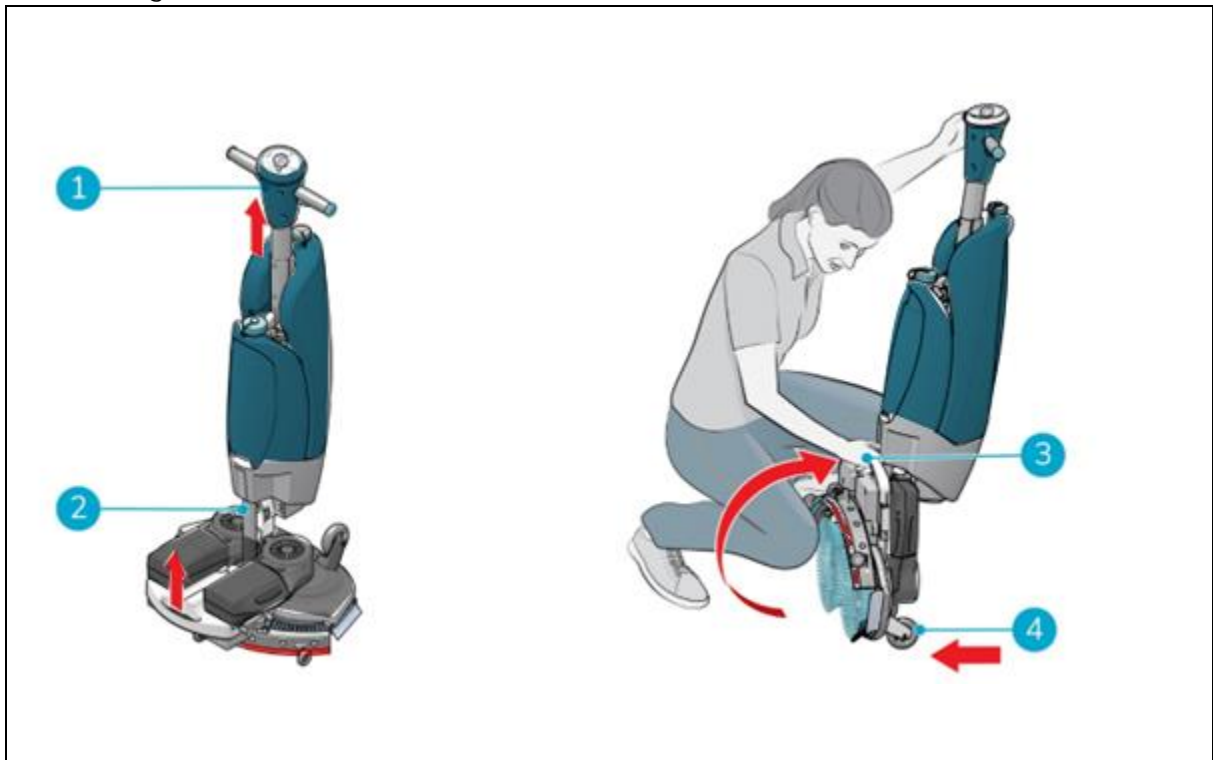

Figure 6
1. Assurez-vous que le tuyau d'aspiration (figure 6, pos. 2) est repoussé dans la machine afin qu'il ne puisse pas se faire pincer.
2. Accroupissez-vous et tenez la poignée (figure 6, pos. 1) d'une main tout en tenant le plateau de brossage (figure 6, pos. 3) avec votre autre main.
3. Soulevez lentement le plateau de brossage jusqu'à ce qu'il soit à la verticale sur les roues avant (figure 6, pos. 4). Guidez le corps vers le plateau de brossage jusqu'à ce qu'il s'enclenche en position de repos.